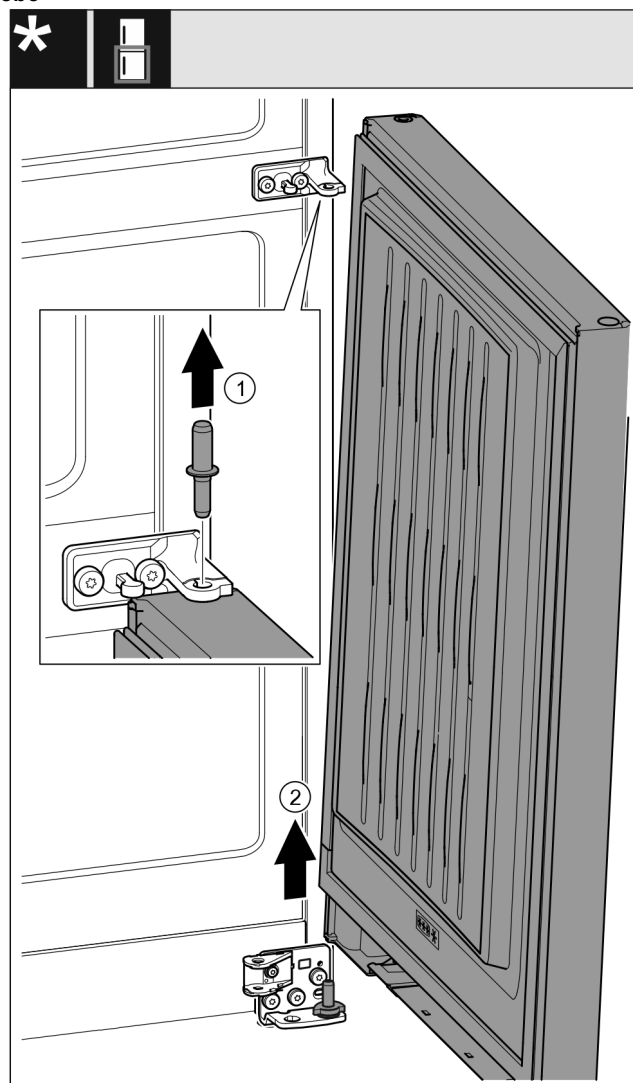

Fig. 22 S tlumičem zavírání*
- Čep Fig. 22 (1) vytáhněte nahoru.*
- Dveře Fig. 22 (2) kýváním vysadíte a odložte stranou.*